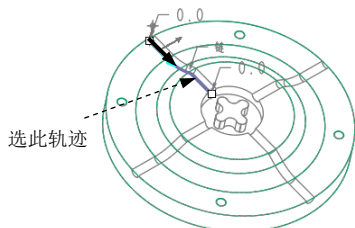

图 10.1.48 选取轨迹 1
(1) 在图形区选取草图 4，然后单击草图曲线上的箭头更改方向，结果如图 10.1.48 所示。